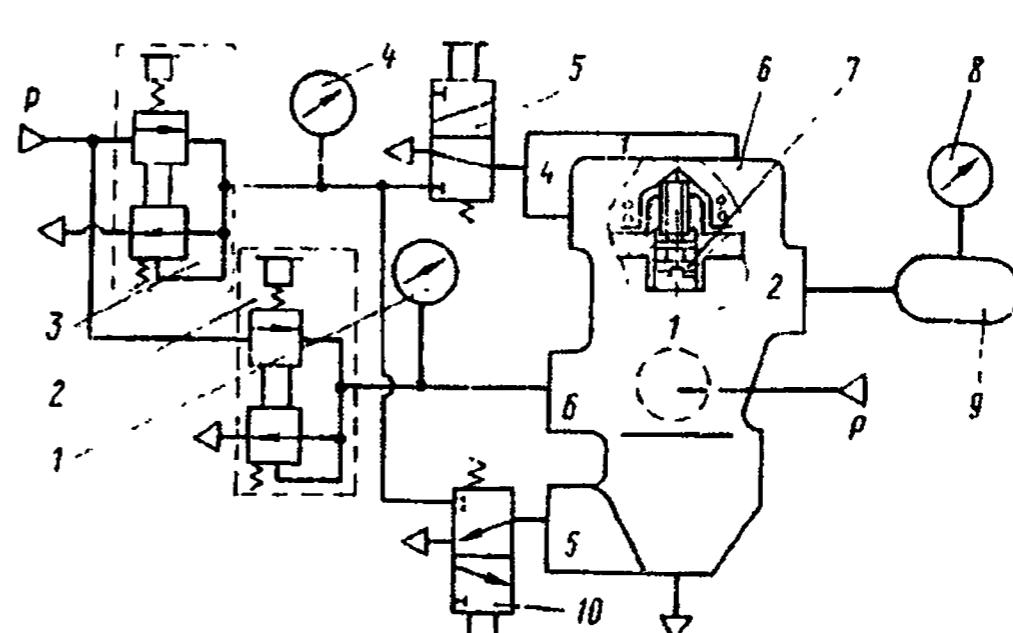

Рис. 322. Схема подключения клапана управления тормозными системами прицепа с двухпроводным приводом:
1. Подключите прибор 6 по схеме, изображенной на рис. 322.	—